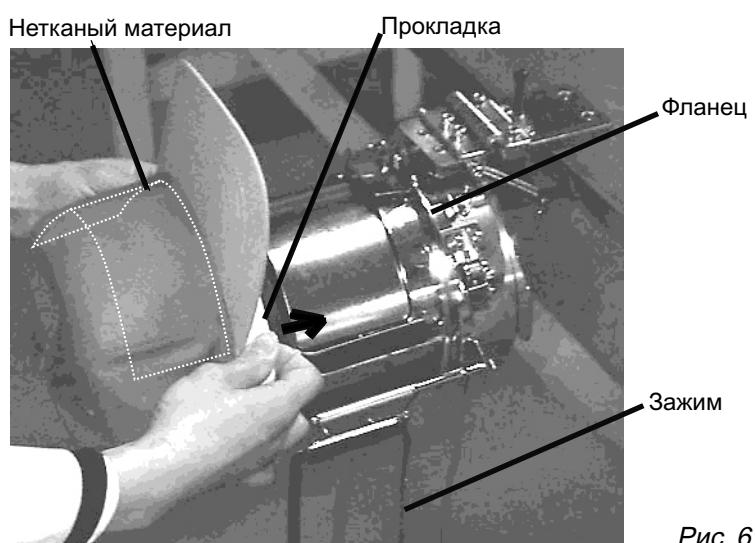

Рис. 6
3. Как показано на рис. 6. откройте зажим и оставьте его открытым направо.